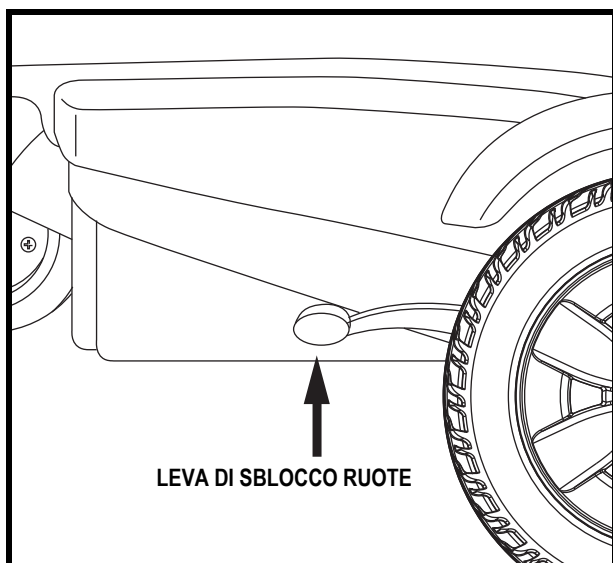

Figura 4. Modalità di guida (Trazione attivata)
2. Tirare le due leve in avanti per attivare i motori di trazione (modalità di guida). **Vedere figura 4.**
6. Inserire i cavi della centralina nel connettore sulla base elettronica. **Vedere figura 4.**